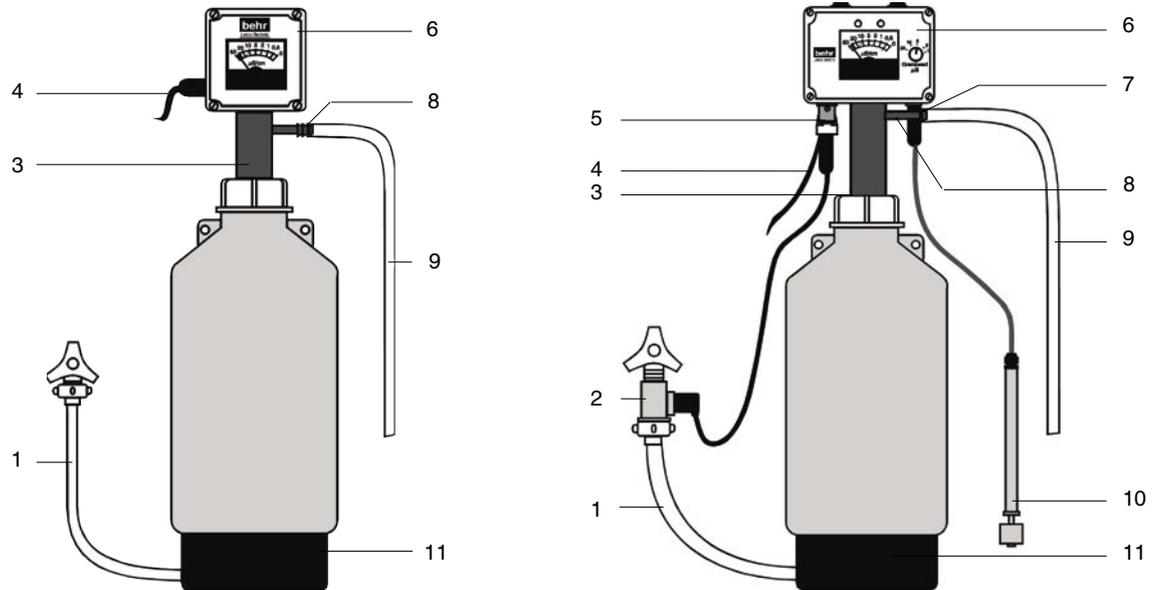

Bild 1: Aufbau einer kompletten Anlage: links - ohne Grenzwertabschaltung , rechts - mit Grenzwertabschaltung
2. Verschlusskappen abschrauben und Zulaufschlauch (1, Bild 1) mit dem abgewinkelten Anschlußstutzen an der Unterseite der Patrone anschließen.
Bei Anlagen mit Grenzwertabschaltung: Magnetventil (2, Bild 1) am Wasserhahn mit 3/4 Zoll Anschlußgewinde und Zulaufschlauch am Magnetventil anschließen.
2. Ablaufschlauch für vollentsalztes Wasser (9, Bild 1) auf Anschlußtülle (8, Bild 1) schieben und zum Vorratsbehälter leiten.
3. Kabel vom Magnetventil (2, Bild 1) an Anschlußbuchse Abschaltautomatik-Grenzwert (5, Bild 1) anschließen.
- Kabel vom Schwimmerschalter (10, Bild 1) an Anschlußbuchse Abschaltautomatik-Niveau (7, Bild 1) anschließen.
- Ablaufschlauch für vollentsalztes Wasser (9, Bild 1) auf Anschlußtülle (8, Bild 1) schieben und zum Vorratsbehälter leiten.
- Kabel vom Magnetventil (2, Bild 1) an Anschlußbuchse Abschaltautomatik-Grenzwert (5, Bild 1) anschließen
Kabel vom Schwimmerschalter (10, Bild 1) an Anschlußbuchse Abschaltautomatik-Niveau (7, Bild 1) anschließen.
2. Ablaufschlauch (9, Bild 1) für vollentsalztes Wasser auf Anschlußtülle (8, Bild 1) auf-schieben und zum Vorratsbehälter leiten.